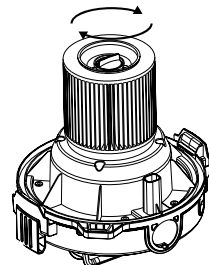

Fig. 17 – Retirando o filtro / efetuando a limpeza e secagem / remontando
3. Para retirar o filtro, gire a trava da parte inferior para a posição aberto. Realize a limpeza do filtro e da película do filtro conforme seqüência da fig. 17. Caso o filtro esteja com excesso de sujeira, providencie a troca por um filtro novo;